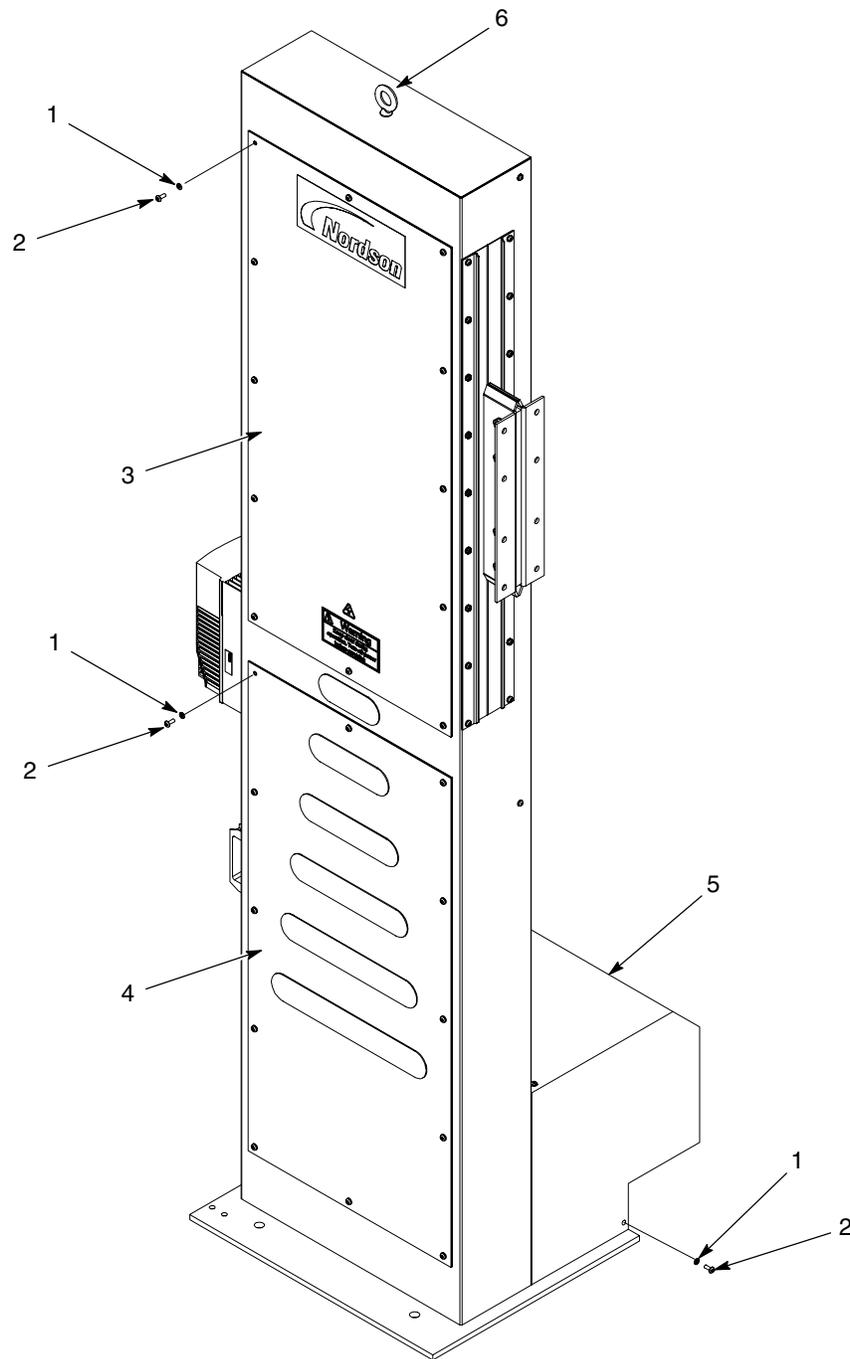

Рис. 2 Снятие крышек
2. См. рис. 2. Прикрепить подъемное оборудование к рым-болту (6). Осторожно поднимая манипулятор вертикально, извлечь его из транспортного ящика.
4. Вывернуть винты (2), снять стопорные шайбы (1) крепления крышек (3, 4) и крышки (5) моторредуктора.